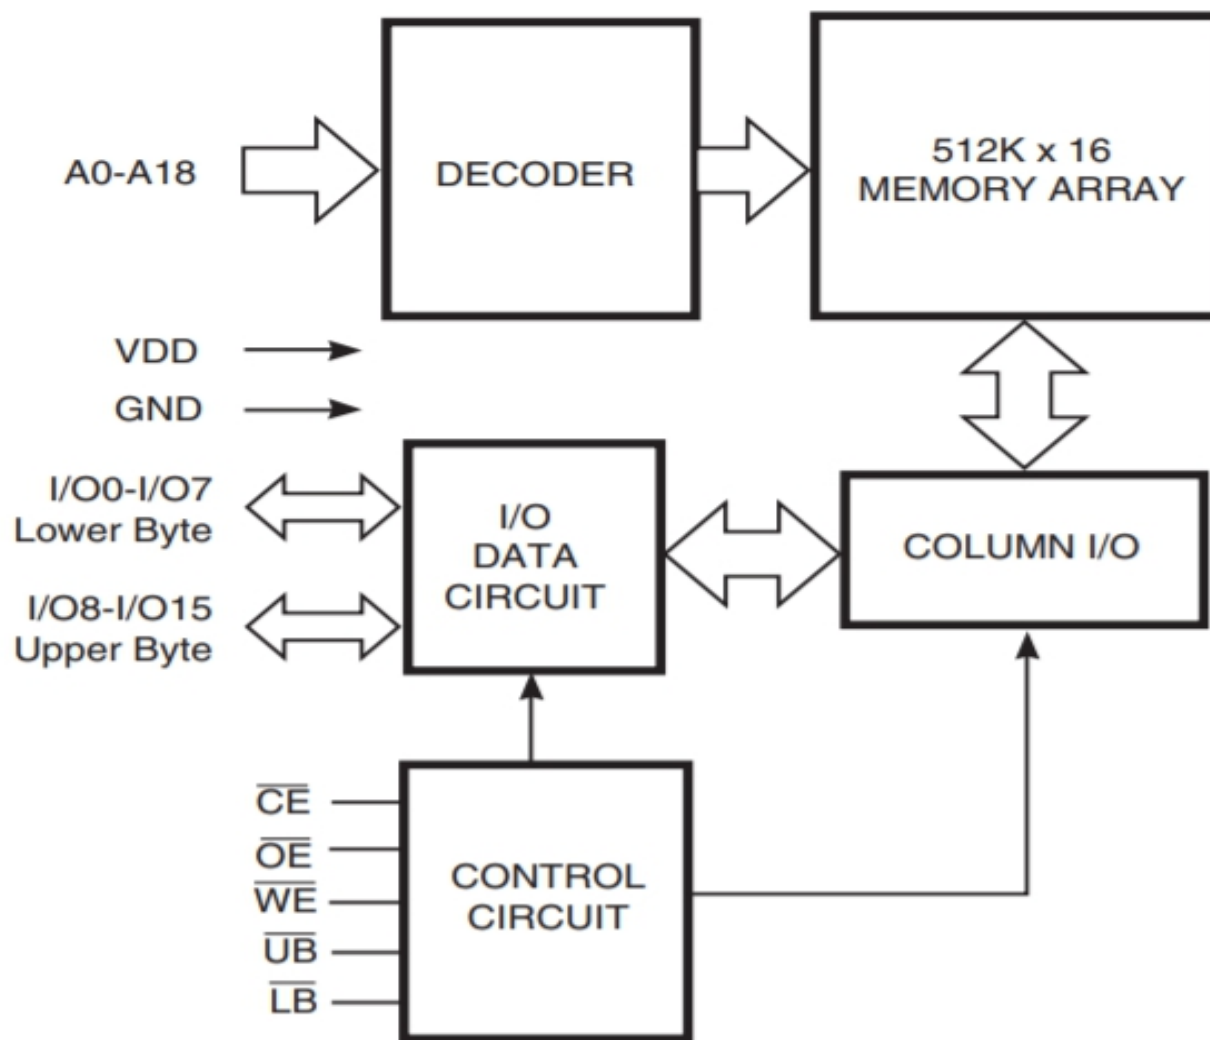

图 5-6 IS61WV51216BLL-10TI功能框图
- a. 如图5-6，SRAM内部由地址译码，数据锁存，控制信号译码等部分组成，地址，数据和控制信号在状态机的控制下完成数据操作。本图仅仅是示意图，其实地址总线也是和控制信号及IO在时序是相互关联的。后续课程在读/写控制中会详细介绍。